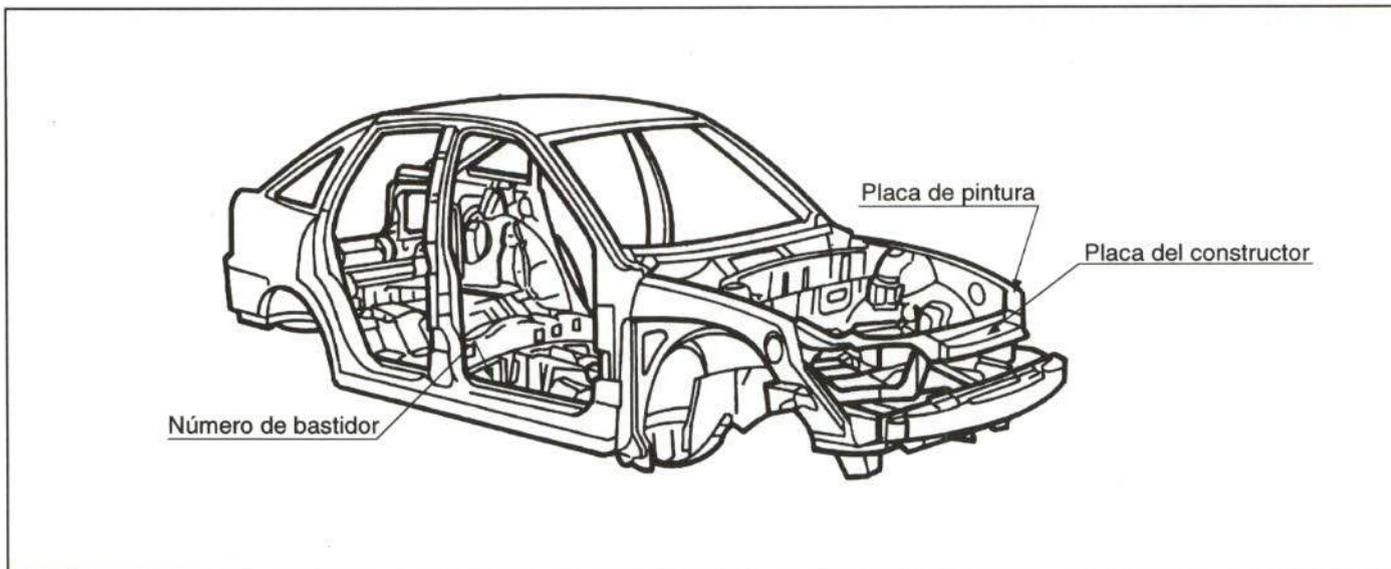

Figura 1.- Situación de los datos de identificación del vehículo
La situación de estos datos se refleja en la figura 1.
- **El número de bastidor** se encuentra troquelado en el lado derecho, entre el motor y el compartimento de los pasajeros (figura 1).
• La **placa del constructor** se encuentra situada en la travesía superior delantera (figura 1).